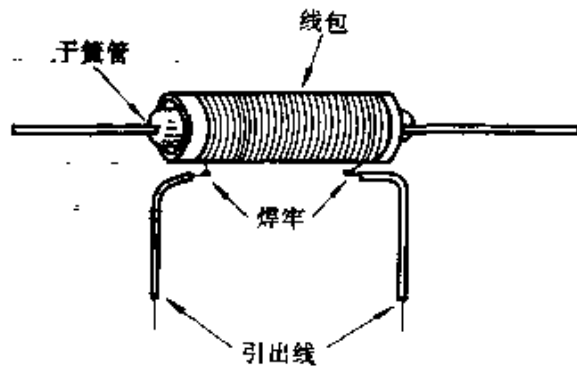

图 3-112
② 线包绕好后,用两根较粗的导线分别焊牢在两个线头上作为线包引出线。再将干簧管插入小塑料管内,如图 3-112 所示。